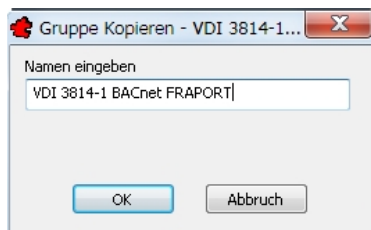

Bild 24.16 – Ein neuer Standard wird erstellt
- Geben Sie einen eindeutigen *Namen* für den neuen Standard ein, indem Sie etwa **FRA-PORT** anhängen. Bestätigen Sie dann (Abb. 24.16).